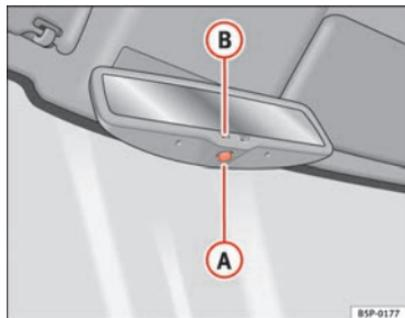

Fig. 88 Specchio retrovisore interno fotocromatico
– Premere il tasto **A** ⇒ fig. 88. La spia **B** si spegne.
– Premere il tasto **A** ⇒ fig. 88. La spia si accende.